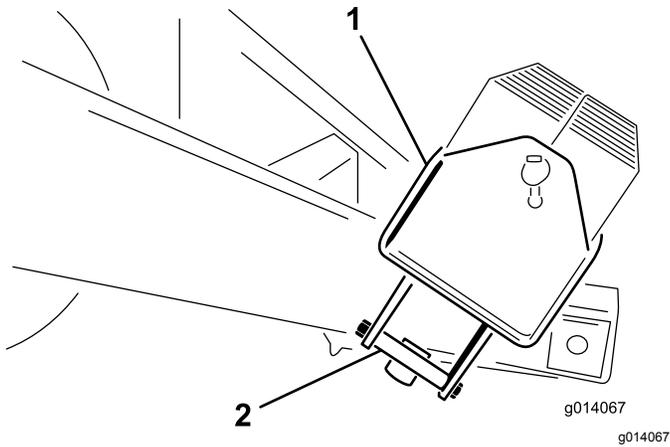

図 5
2. ウェイトケースを保持している取り付けブラケットからボルト $\frac{1}{2}$ x $5\frac{1}{2}$ "を外す。取り付けブラケットは廃棄する 図 5。